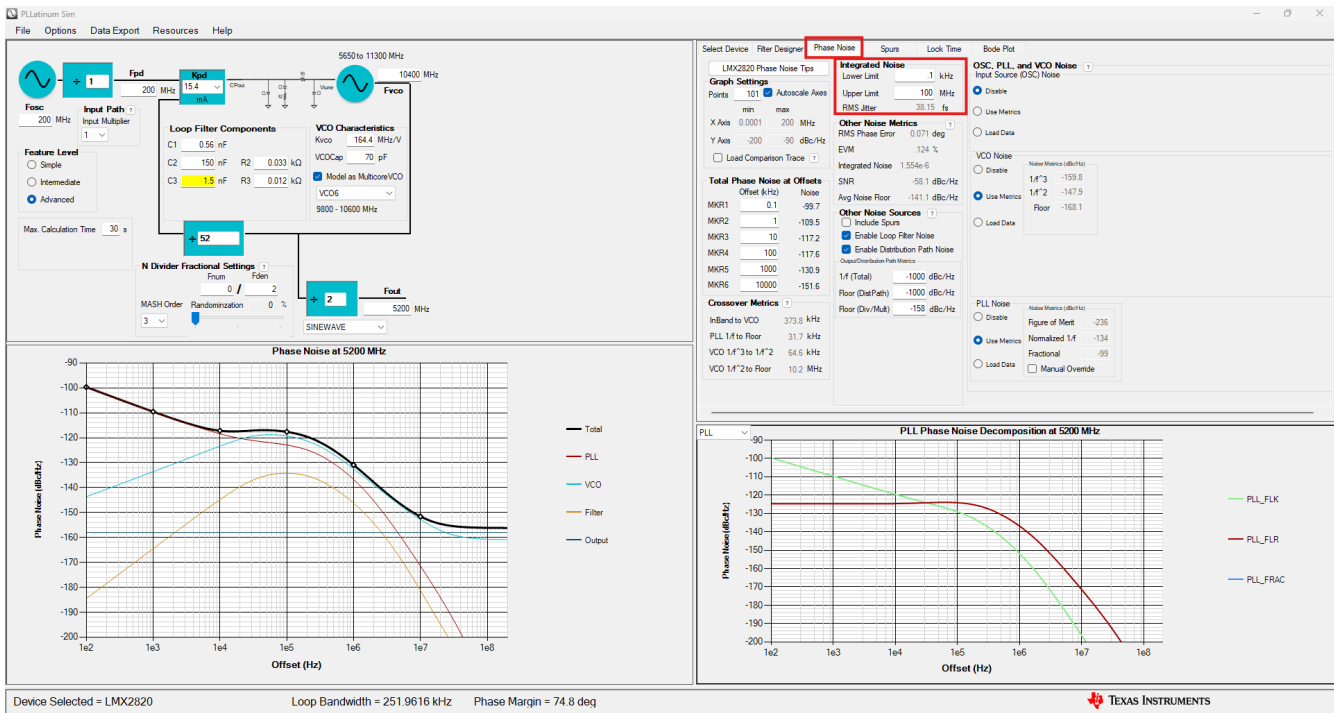

図 10-3. PLLatinum Sim を使用した、アプリケーションの積分帯域幅全体にわたるクロック ジッタの決定
3. 「Phase Noise」(位相ノイズ) タブをクリックし、「Integrated Noise」(積分ノイズ) 欄のループ帯域幅を指定します。これにより、指定された出力周波数における、指定されたクロックのクロック ジッタ値が得られます。この例では、LMX2820 の 5200MHz 出力時のジッタは 38.15fs です (図 10-3 にも図示)。このジッタ値を使用して、選択したデータコンバータのクロックを選択する際の分析性能を向上できます。